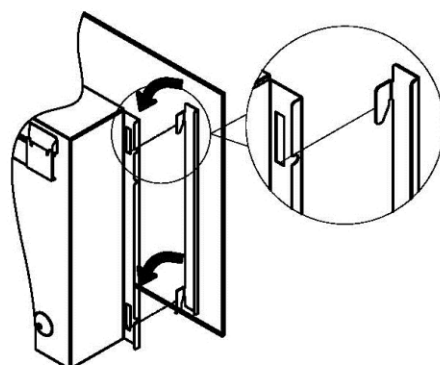

Fig.4
- Coloque el panel de cristal frontal sobre la parte delantera del calefactor alineando los ganchos de cada lado del panel de cristal con las ranuras de cada lado del panel de cristal. panel de vidrio con las ranuras a cada lado del cuerpo del calefactor-Ver Fig.4. A continuación, deslice el panel en su lugar. De nuevo, se necesitarán dos personas para esta operación.